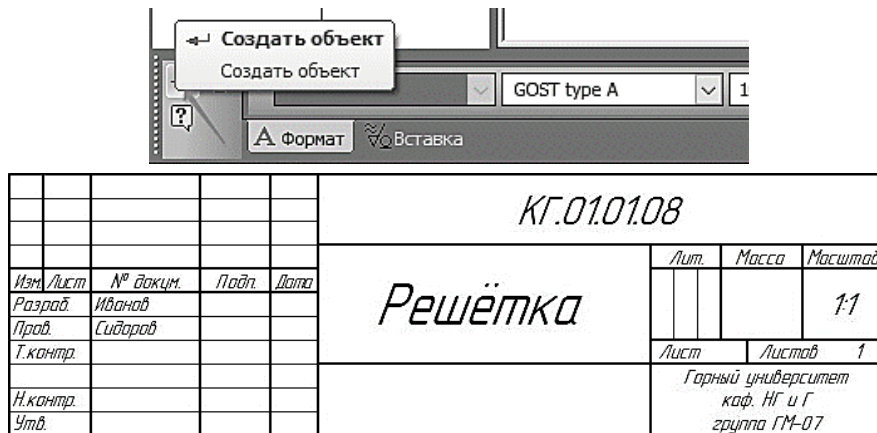

Рис. 14. Заполнение основной надписи
1.4 Заполните графы. нажмите кнопку **Создать объект** на Панели специального управления. После этого штамп будет закрыт (рис. 14).